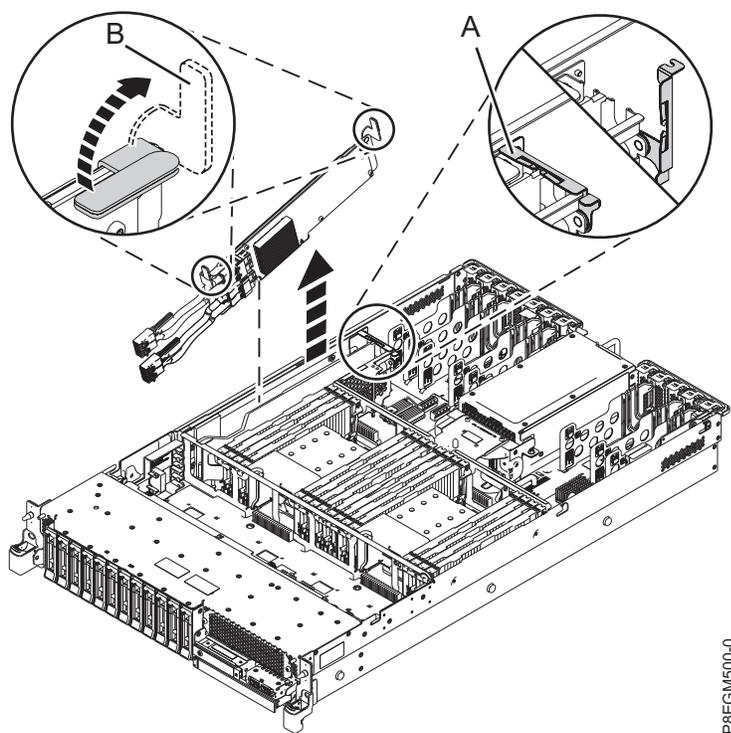

Figura 12. Extracción del adaptador interno SAS RAID
5. Levante la pieza de retención de cable (**A**) en el sentido que se muestra en la Figura 12 en la página 15.
6. Levante las asas azules (**B**) en el sentido que se muestra en la Figura 12 en la página 15.